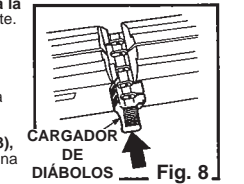

Fig. 8
- Coloque el cargador de diábolos en el rifle como se muestra en la figura 8, cuidado de alinear una de las recámaras de diábolos con la recámara del cañón (Fig. 8). **IMPORTANTE:** Si el cargador de diábolos no está correctamente alineado, usted no podrá empujar hacia adelante el cerrojo.